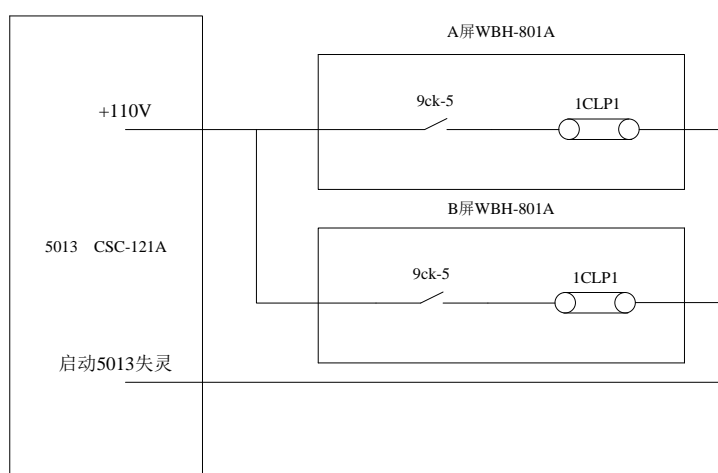

图 3 主变保护启动 5013 失灵回路
1) 失灵瞬跳回路：当 2 号主变第一套、第二套 WBH-801A 保护动作跳各侧断路器(5013 断路器拒动)，其保护装置内保护动作接点 9ck-5 闭合，给 5013 断路器 CSC-121A 保护装置一个失灵开入量，启动 5013 断路器失灵逻辑，经 CSC-121A 保护装置内相电流元件判别开放出口，如图 3 所示。